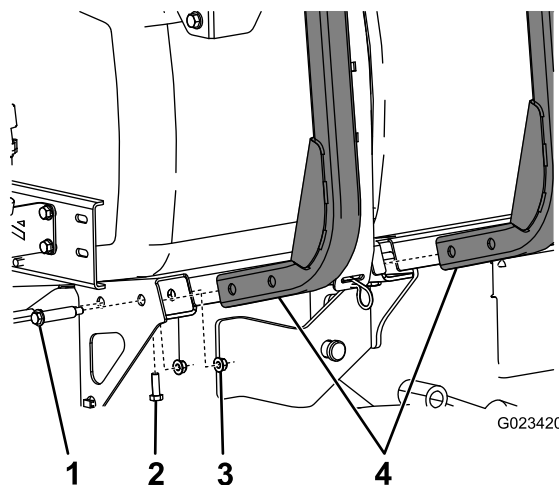

図 2
2. ホースリールフレームの裏側部分を機体に固定するボルト5/16 インチ2本とジャムナット2個を使用する図 2。
1. 機体の側部にホースリール・フレーム2個を取り付けるショルダボルト4本と、フランジナット5/16 インチ4個を使用して図 2のように取り付ける。